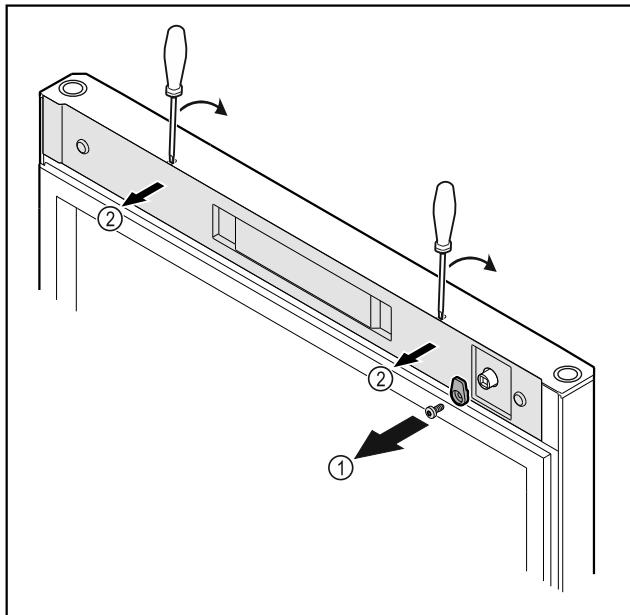

Fig. 11
- Odvignite kuke za zatvaranje Fig. 11 (1).
- Odvojite poklopac Fig. 11 (2) malim odvijačem i skinite ga.